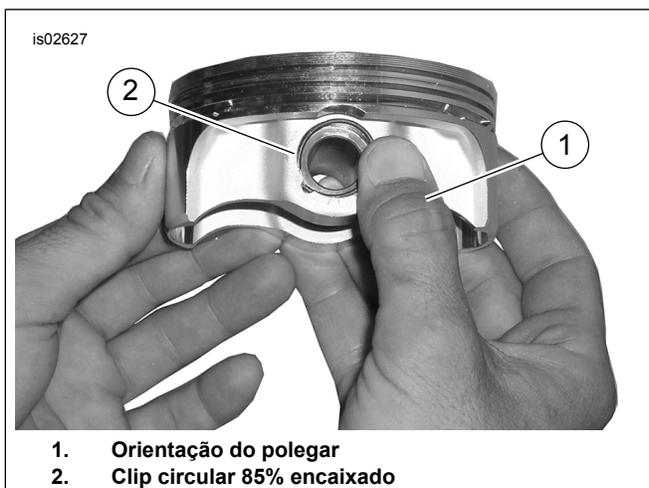

Figura 3. Instalar o Anel de Retenção (ilustração correspondente a um pistão genérico)
2. Ver Figura 3 . Posicione o seu polegar (1) conforme ilustrado e pressione firmemente, até que cerca de 85% do anel de retenção (2) assente na ranhura.